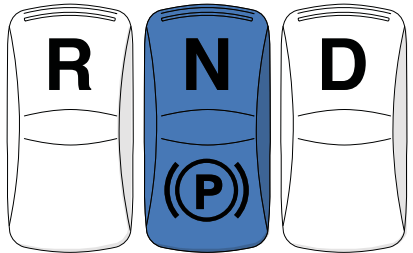

Figure 5 - Selecteur de marche et bouton de frein de stationnement
- Appuyez sur le bouton "P" du sélecteur de marche (Figure 5).